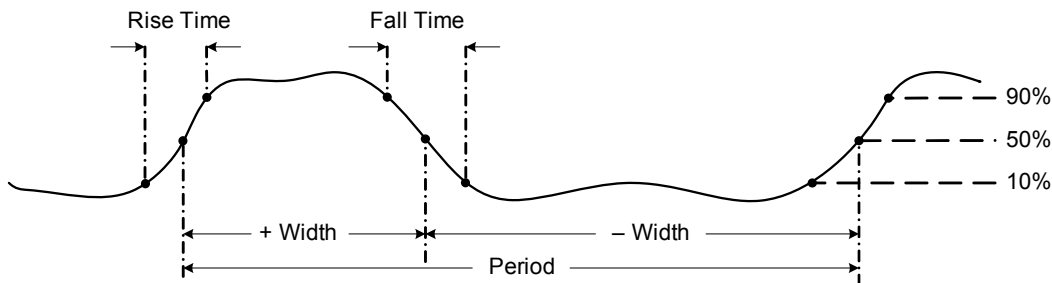

Figura 2-26 Definição de frequência
- A frequência é o número de ciclos que um sinal completa a cada segundo. A frequência é definida como o inverso do período. O período é definido como o tempo entre os cruzamentos do limiar intermediário de duas transições consecutivas, semelhantes em polaridade, conforme mostrado na **Figura 2-26**.